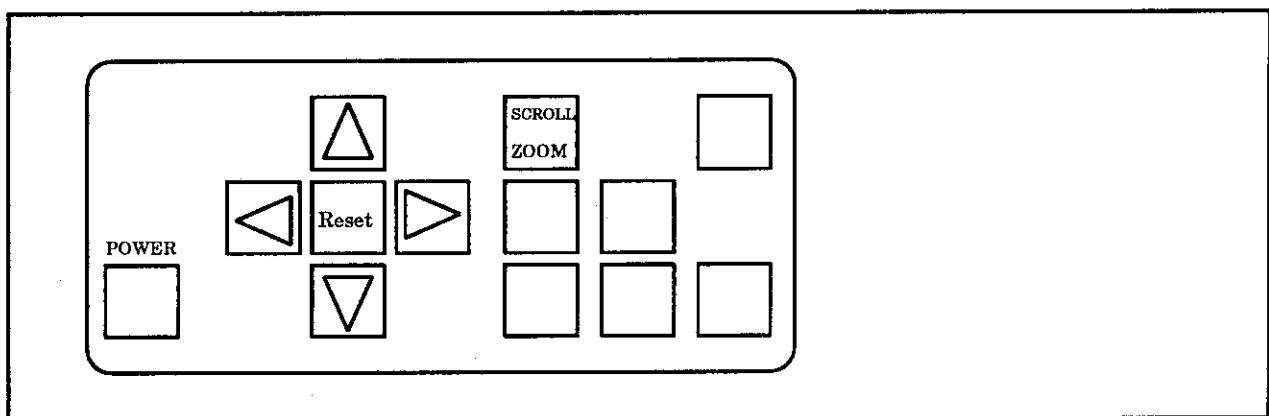

図 5.5 フレームスキャンコンバータ
- 2) フレームスキャンコンバータ POWER ボタンを押して電源を投入します。 (図 5.5)